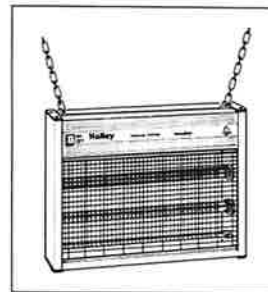

Fig. 1
1. Retire os parafusos e as tampas pretas (vide Fig. 1), depois desenfie as proteções laterais.